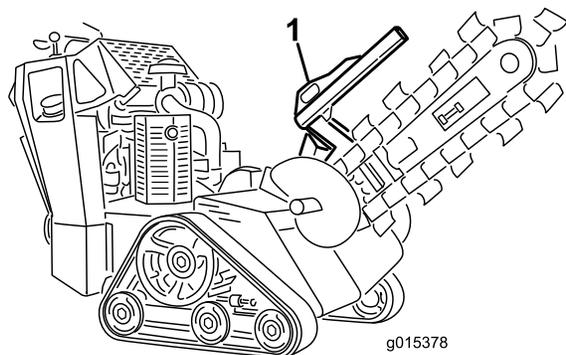
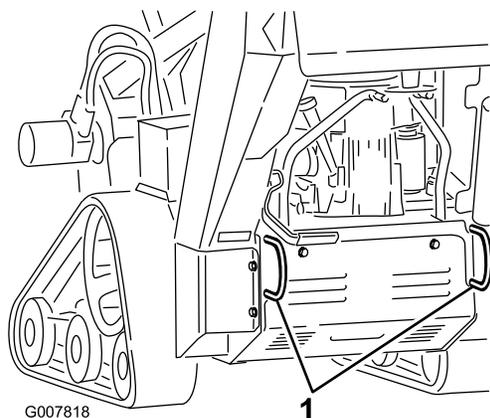

Figura 23
Figura 24
- Fissate la macchina al rimorchio con catene o cinghie utilizzando gli anelli di attacco/sovvamento sulla parte anteriore e posteriore della macchina (Figura 23 e Figura 24). Fate riferimento alle ordinanze locali per i rimorchi e ai requisiti per i punti di attacco.
La macchina può essere sollevata utilizzando gli anelli di attacco/sovvamento come punti di sollevamento (Figura 23 e Figura 24).